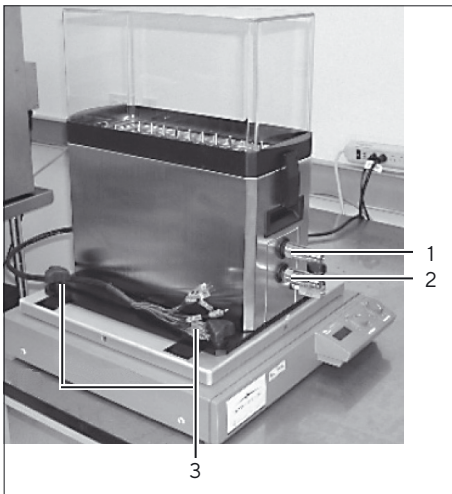

Abb. 7: Positionierung des S³-Moduls
- ▶ Stellen Sie das S³-Modul auf den Cryomixer Jr., wie in der Abbildung 7 dargestellt, sodass die Bewegung des Cryomixer Jr. ein Mischen entlang der gesamten Celsius® Pak-Länge ermöglicht.